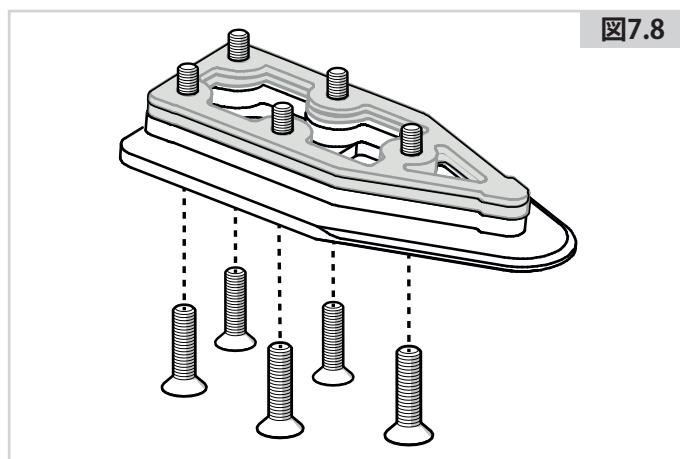

図7.8
3. ロックプレートと必須の8 mmスペーサー、使用するオプションのスペーサー(図にグレーで表示)に5本のねじを通します(図7.8)。